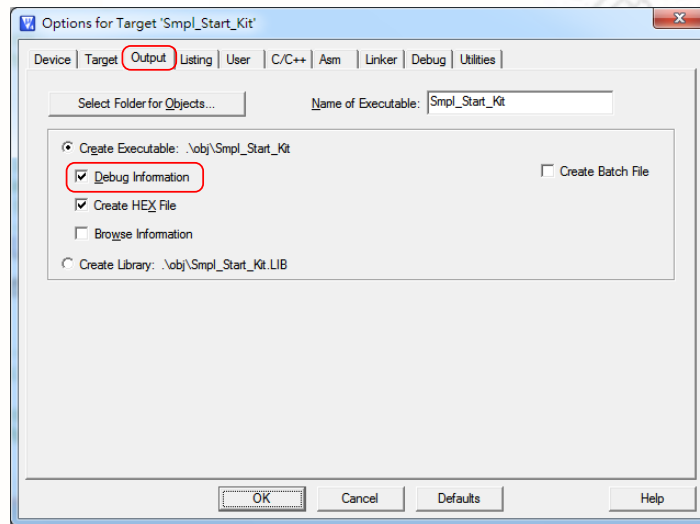

Figure 4-9 勾选 Keil RVMDK 的 “Debug Information”
Step 3: 点击: **Project** → **Options for Target** → **Output**, 然后选择 **Debug Information** 选项有效, 参见 Figure 4-9.